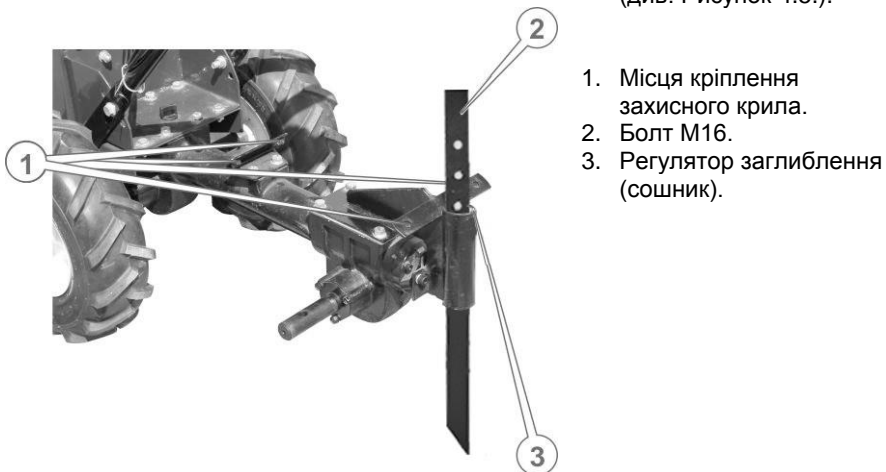

Рисунок 4.5. Місце кріплення захисних крил
7. Встановити в причіпну цапфу регулятор глибини обробки ґрунту (сошник), підняти регулятор у крайнє верхнє положення й зафіксувати його болтом М16, встановивши тим самим мотоблок у стійке горизонтальне положення (див. Рисунок 4.5.).